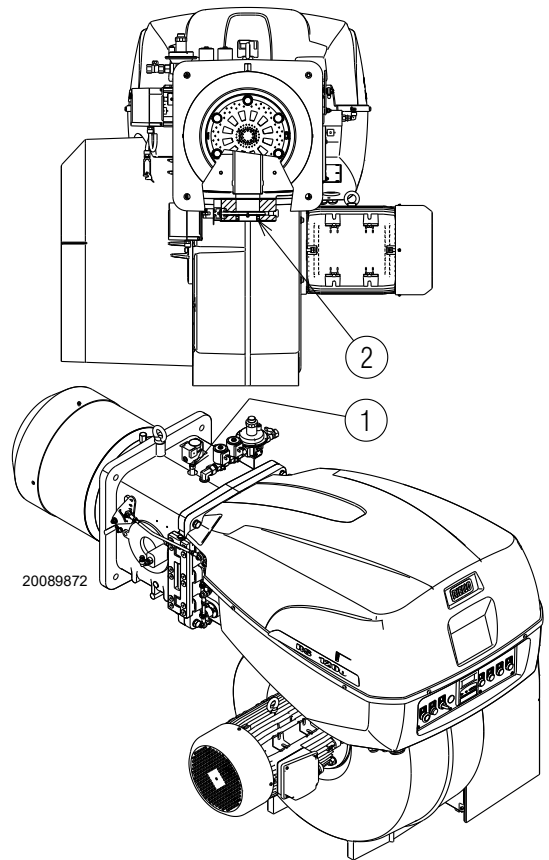

Fig. 18
Pression gaz mesurée à la prise 1)(Fig. 18), avec:
Perte de charge vanne papillon gaz 2)(Fig. 18) avec ouverture maximale: 90°.
- soustraire de la pression du gaz à la prise 1)(Fig. 18) la pression chambre de combustion.
Pression de gaz à la prise 1)(Fig. 18) = 59,2 mbar
Pour connaître par contre la pression de gaz nécessaire à la prise 1)(Fig. 18), après avoir défini la puissance de modulation maximale à laquelle on désire faire fonctionner le brûleur:
- Lire sur la droite, colonne 1, la pression à la prise 1)(Fig. 18).
Pression nécessaire à la prise 1)(Fig. 18).